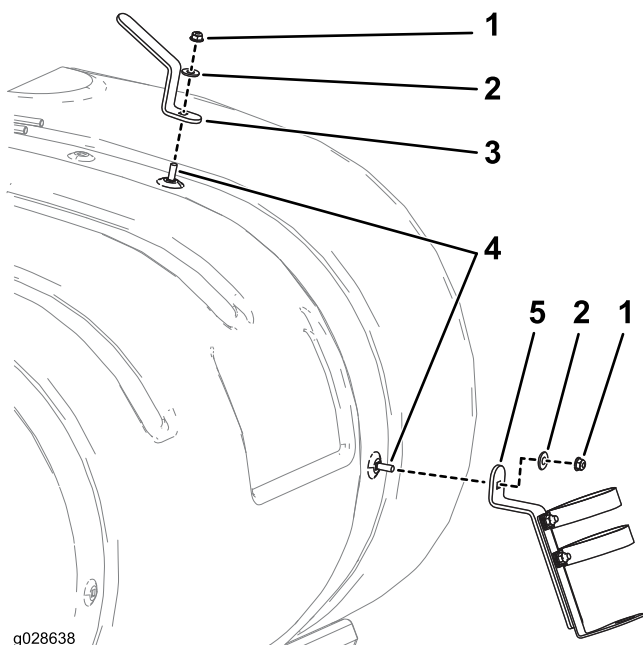

Figura 3
1. Desaperte a cinta frontal do depósito no lado direito (Figura 3).
2. Instale o conjunto do suporte da pistola de pulverização como se mostra na Figura 3 utilizando um parafuso de carroçaria (5/16 x 3/4 pol.), uma anilha (3/8 pol.) e uma porca de bloqueio (5/16 pol.).
3. Instale o gancho de tubo como se mostra na Figura 3 utilizando um parafuso de carroçaria (5/16 x 3/4